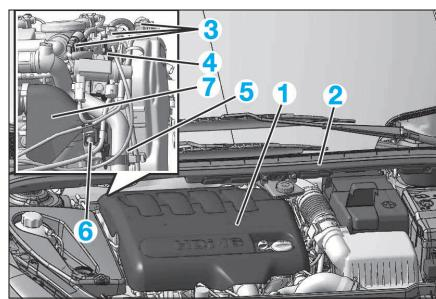

FIG. 33
- Déposer (Fig.33) :
- l'enjoliveur moteur (1)
- la traverse d'avant (2)
- Débrancher les connecteurs (3).
- le support (4)
- le raccord d'eau (5).
- Desserrer l'écrou (6).